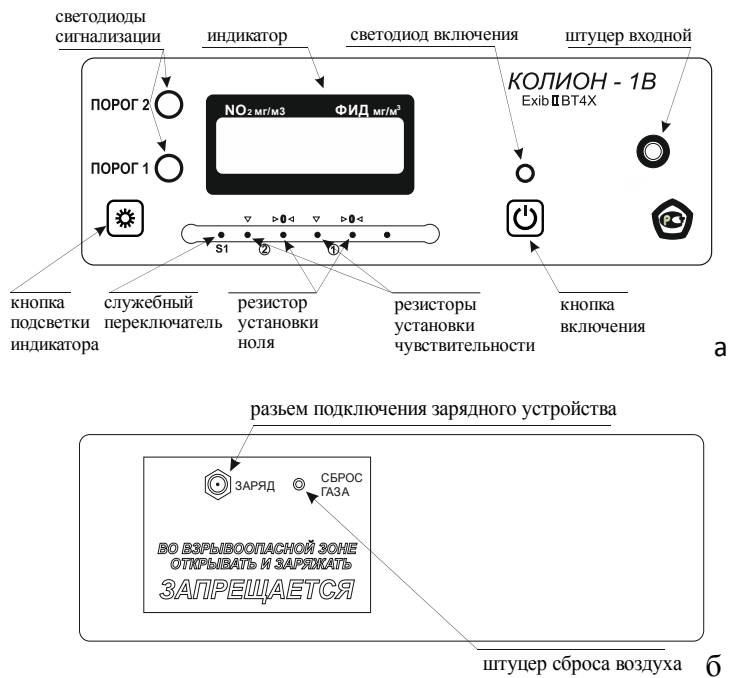

Рис. 3 Передняя (а) и задняя (б) панель газоанализатора
1) Проверьте показания ЭХД с присоединенным фильтром-поглотителем (см. п. 2.2.1); показания не должны превышать $0,1 \text{ мг/м}^3$; если показания отличаются от указанных, проведите установку нуля, вращая резистор установки нуля ▶ 0 ◀ ЭХД (см. рис. 3а).
2) проверьте показания ЭХД в соответствии с п. 6.3 Методики поверки ЯРКГ 2.840.003ДЛ, используя ПГС №3 (см. табл. 3 ПРИЛОЖЕНИЯ 1 Методики поверки); если показания отличаются от подаваемой концентрации, проведите установку показаний вращая резистор установки чувствительности ▼ ЭХД (см. рис. 3а).